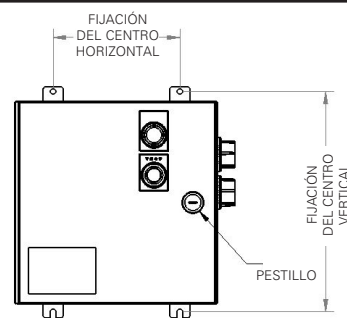

Figura 1
2. La unidad de reserva de la batería puede ser montada en el techo o en la pared utilizando pestañas de montaje para soldarlas en la parte exterior de la caja (vea la Figura 1). Seleccione una ubicación de montaje que proporcione resistencia y rigidez adecuada para soportar la unidad de reserva de la batería.
5. Utilice la tornillería de tamaño de 3/8" para instalar la carcasa de la caja en la ubicación deseada. Vea la Tabla 1 y la Figura 1 para que observe las dimensiones de las medidas para el montaje.
1. Abra la unidad de reserva de la batería con un destornillador de punta plana para girar el pestillo a un ¼ de vuelta en sentido contrario a las agujas del reloj (vea la Figura 1).